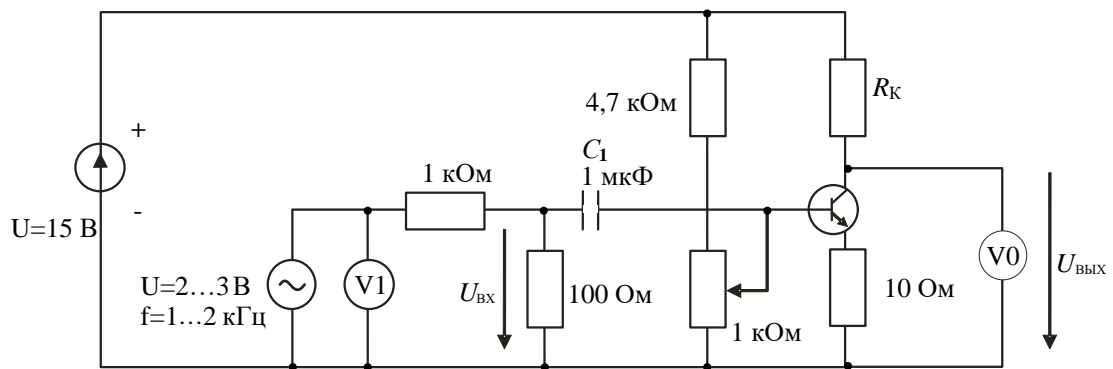

Рисунок 6 Схема для исследования влияния сопротивления в цепи коллектора на коэффициент усиления по напряжению
2.1. Соберите цепь согласно схеме (рис. 6). Для начала установите  $R_K = 220 \text{ Ом}$ . Подайте на вход делителя  $1 \text{ кОм} / 100 \text{ Ом}$  синусоидальное напряжение ( $2 \dots 3 \text{ В}$ ) частотой  $1 \dots 2 \text{ кГц}$ .